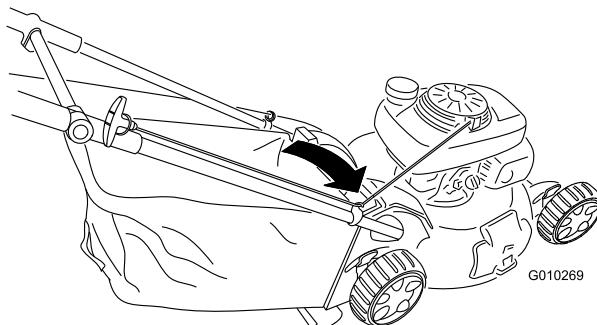

Рисунок 34
- Проложите трос стартера вокруг нижней направляющей троса (Рисунок 34).